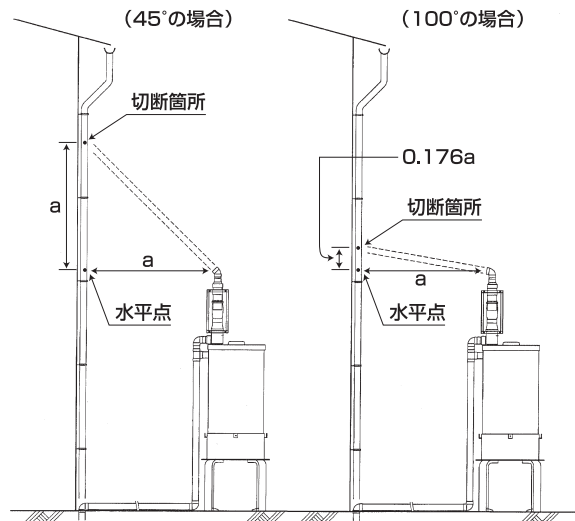

図2
- ② 通常①で設置した、ぶんにゅう I 型と縦樋の間は、 45° (135°) または 100° (80°) の傾斜をつけて配管します。縦樋をノコギリを使って切断しますが、その位置は、縦樋とぶんにゅう I 型の上端との水平距離を a とすると、 45° の場合が、縦樋の水平点から a だけ上ったところ、 100° の場合が $0.176a$ だけ上ったところになります。メジャーを使って、この距離を計測して印をつけ、切断します。(図2)